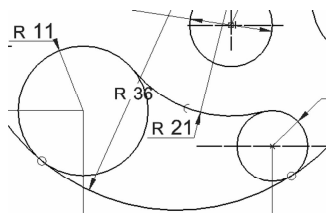

图 6-170 标注尺寸
(36) 单击【主页】选项卡【尺寸】区域下的  【智能尺寸】按钮，标注刚才放置的圆角的尺寸，并单击上方菜单栏的  【半径】选项，放置在合适位置，如图 6-170 所示。